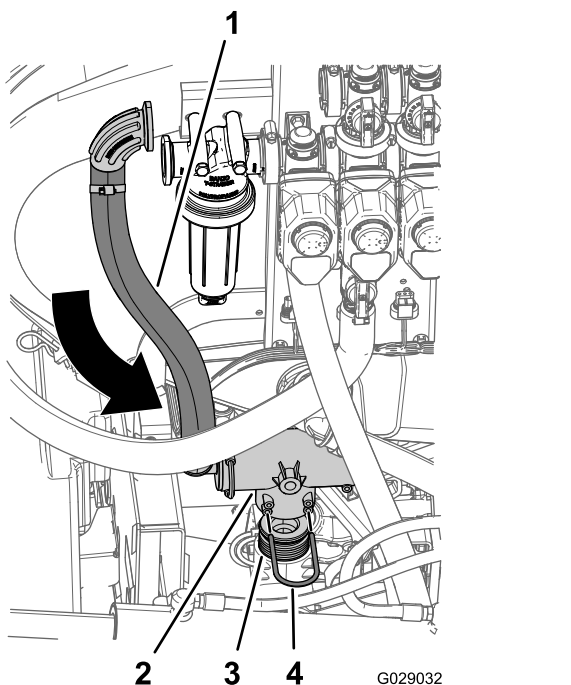

Figura 39
2. Poziționezi furtunul de alimentare și fittingul în T superior montate Asamblarea fittingului în T superior, furtunului de alimentare și furtunului pentru supapa cu bilă \(Pagină 20\) conform indicațiilor din Figura 39.
3. Monteți fittingul în T superior pe conectorul butucului și fixați fittingul și conectorul cu opritorul (Figura 39) îndepărtat în pasul 2 din Îndepărtarea furtunului de alimentare \(Pagină 19\).